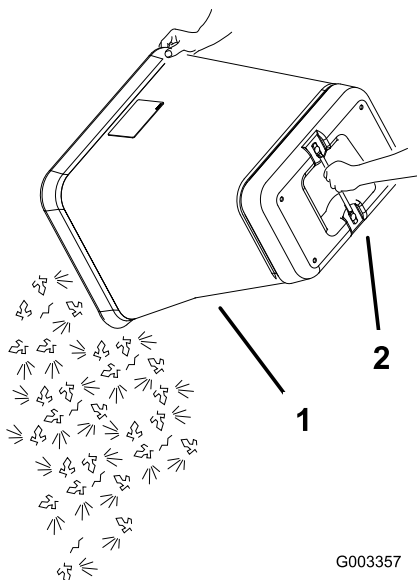

Figura 41
5. Segure a pega na parte inferior do saco e vire-o para esvaziar o saco (Figura 41).